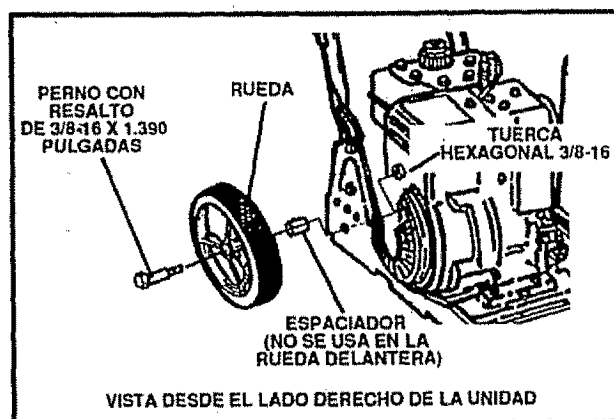

FIG. 2
- Adjunte cada rueda trasera, según se muestra, a la canteadora (vea la Fig. 2) con un perno con resalto de 3/8-16 x 1.390 pulgadas, el espaciador y la tuerca de cabeza hexagonal de 3/8-16 (que se encuentran en la bolsa con las partes).